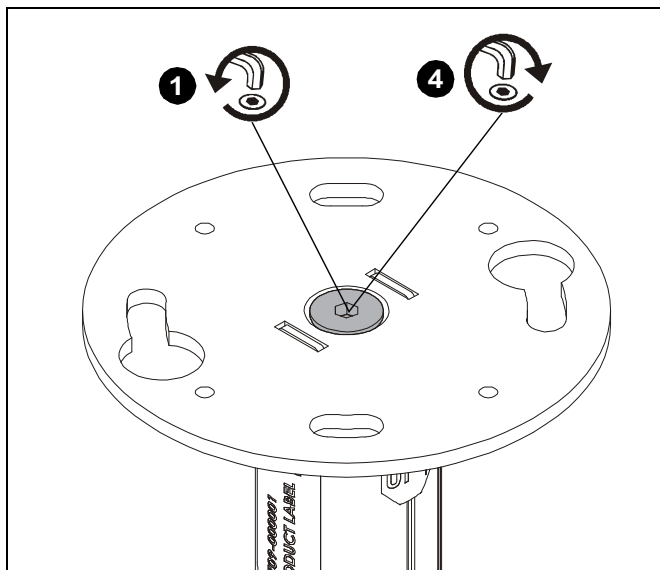

Figure 1
1. Desserrez le boulon au dessus du support de série KITEC/ KITMC (E) en tournant le boulon en 1 à 2 rotations complètes. (Voir la Figure 1)
4. Serrez le boulon au dessus du support de série KITEC/ KITMC (E). (Voir la Figure 1)